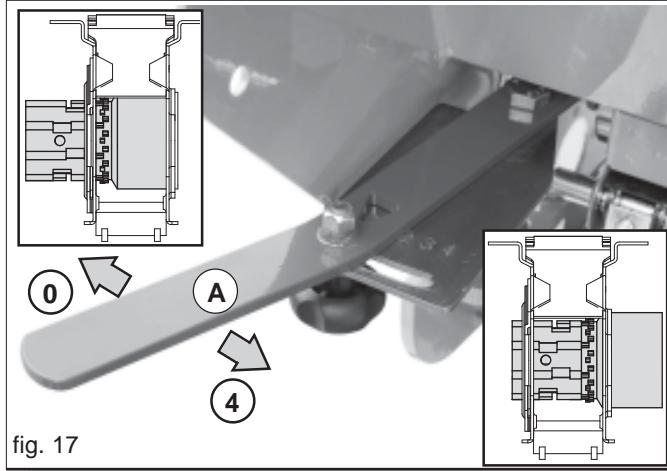

fig. 17
- 2) la palanca (Fig. 17) en posición «A»;
La máquina ha sido predisposta con rodillos para la distribución de semillas de pequeñas, medianas y grandes dimensiones. Antes de comenzar la siembra, seleccione la posición más adecuada para la palanca de apertura de los rodillos dosificadores, en función de la cantidad de semillas a distribuir, siguiendo las instrucciones indicadas en las TABLAS DE DISTRIBUCIÓN (pág. 15). La regulación de la apertura de los rodillos dosificadores se efectúa moviendo la palanca (A, Fig. 17) a lo largo del ojal situado entre las referencias 0 y 4.
- 6) A este punto, es posible regular perfectamente la cantidad a distribuir variando la posición de la palanca (A, Fig. 17).